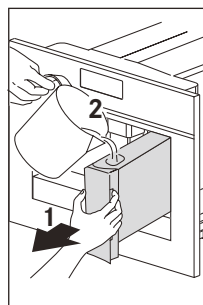
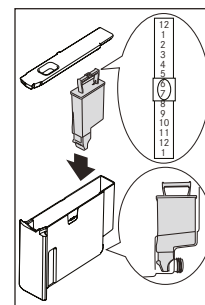

Fig. 11
Fig. 37
- ▶ Passados 5 segundos, o aparelho apresenta "FILL TANK" (ENCHER RESERVATÓRIO). Extraia o reservatório de água (Fig. 11), lave-o e encha-o de água doce, sem ultrapassar a linha MAX. Coloque-o novamente no seu lugar e empurre o máximo possível. É possível instalar um filtro anticalcário no reservatório (Fig. 37).